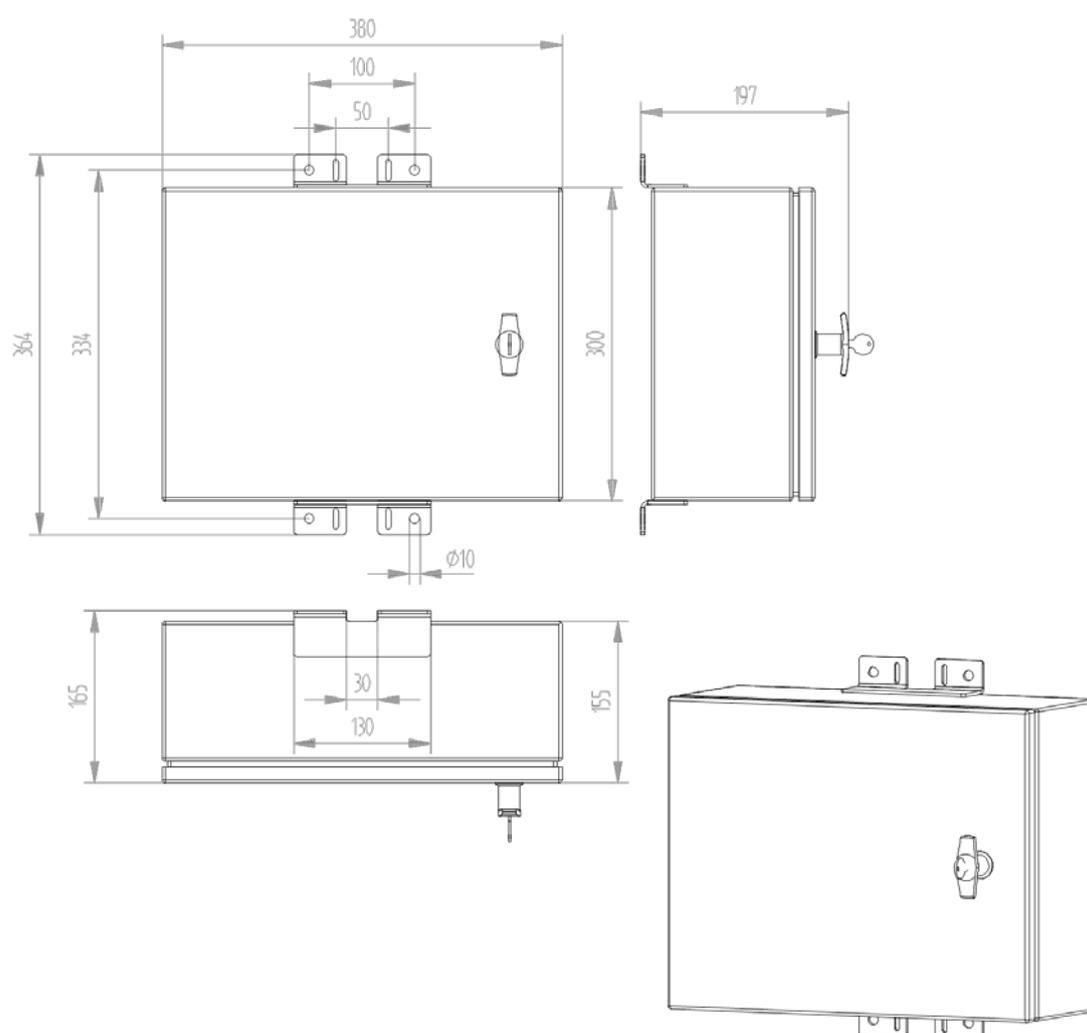

Abbildung 6: Maßzeichnung von Gehäuse-Version B (9.1756.00.x0x) (in mm)
- Durchmesser 10 mm, siehe **Abbildung 6** (gilt für 9.1756.00.x0x)